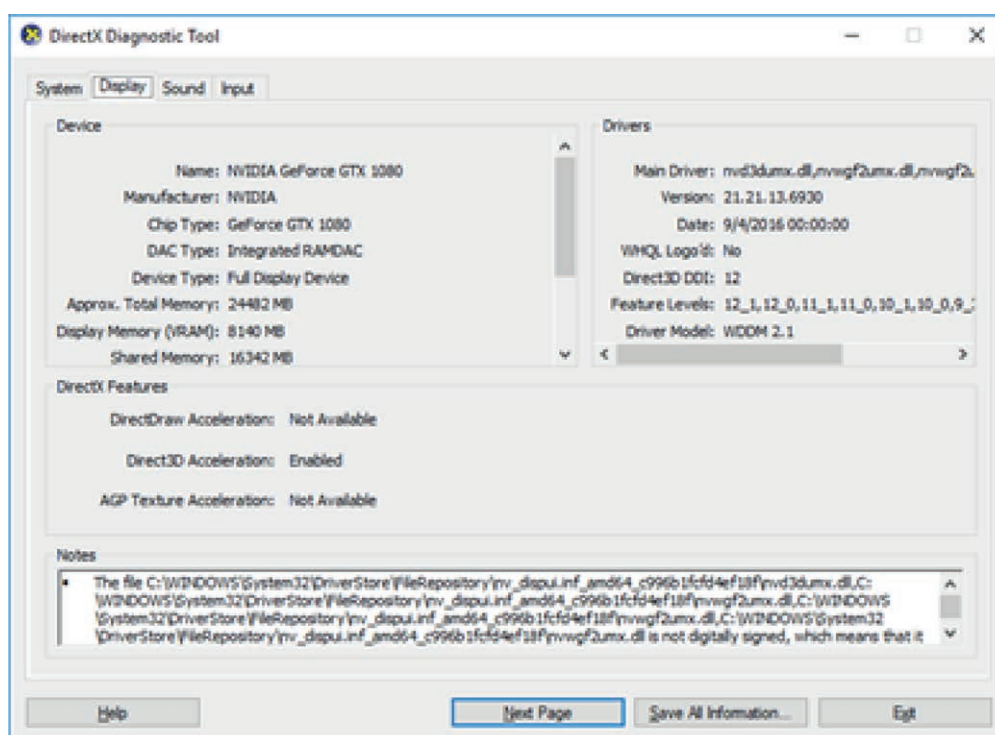

Imagen 49 Herramienta de diagnóstico DirectX
4. Para comprobar el tipo de GPU y la memoria, escriba “dxdiag” en el menú Inicio. En la pestaña “Pantalla”, compruebe que el fabricante es NVIDIA y que la “Memoria de pantalla (VRAM)” es al menos 4096 MB (consulte la Imagen 49).